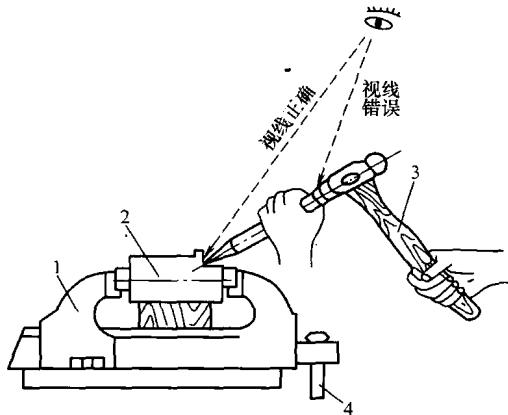

图 1-12 錶削方法和视线的要求
(4) 锤击錾子时，要看錾刃和工件，不要看錾尾，如图 1-12 所示。